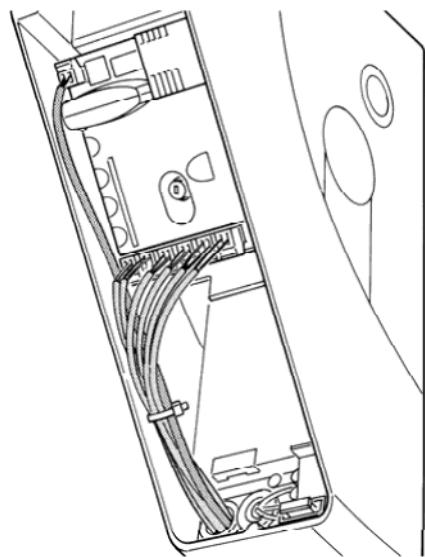

Рис. 6
- Ослабьте свободный кабельный зажим и проведите кабели к разъемам блока управления. Длина кабеля должна быть на 20÷30 см длиннее, чем требуется. См. таблицу 1 с указанием типа кабеля и рис. 6 соединения).